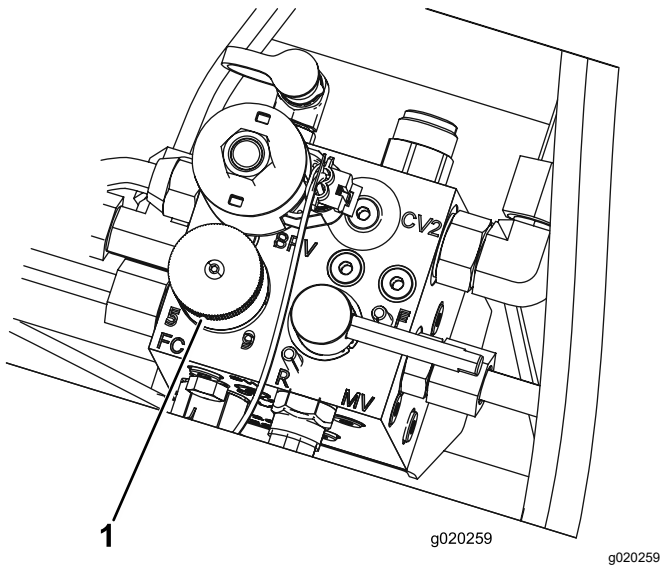

Figura 37
4. Para establecer la velocidad de los molinetes, gire el pomo (Figura 37) hasta que la flecha apunte al número que indique el ajuste deseado.